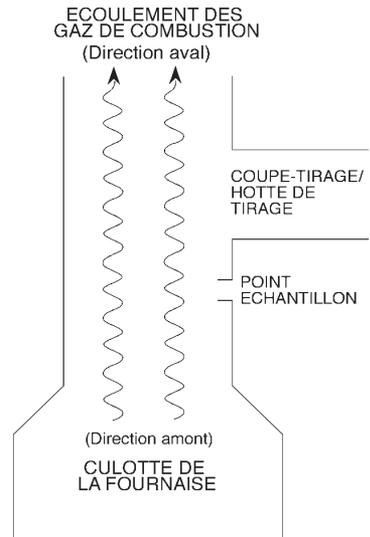

Figure 4-1. Emplacement de l'orifice
1. Pratiquer un orifice d'échantillonnage dans la cuve (Section 4.1 et Fig. 4-1) et faites préchauffer l'analyseur (Section 4.2.1). Si vous utilisez un taquet de verrouillage de sonde, vissez-le dans l'orifice d'échantillonnage.